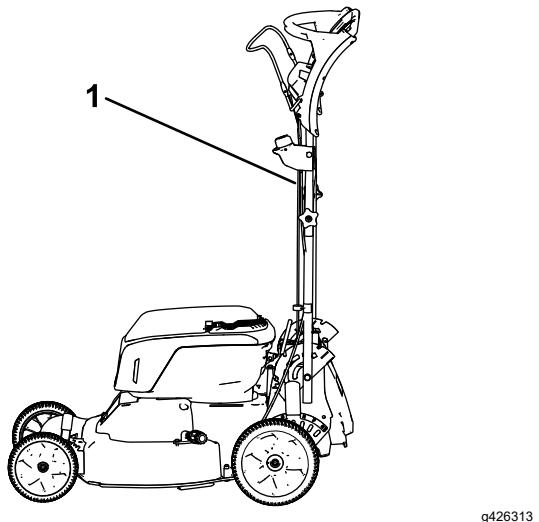

Figure 26
1. Bloquez le guidon en position verticale (Figure 26) ; voir Réglage de la hauteur du guidon \(page 17\).